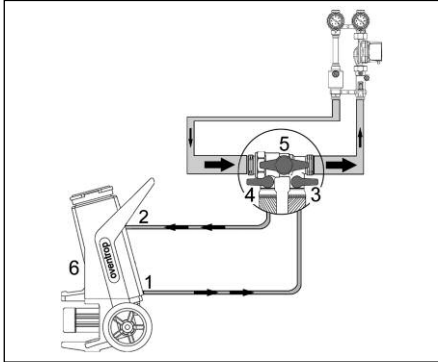

Abb. 6.10 Befüllen über Befüll- und Spülarmatur
1. Schließen Sie die Befüll- und Spülarmatur einerseits an der Solarstation und andererseits an der Befüllstation an (Abb. 6.10). Dabei unbedingt die Durchflussrichtung der Förderpumpe beachten!